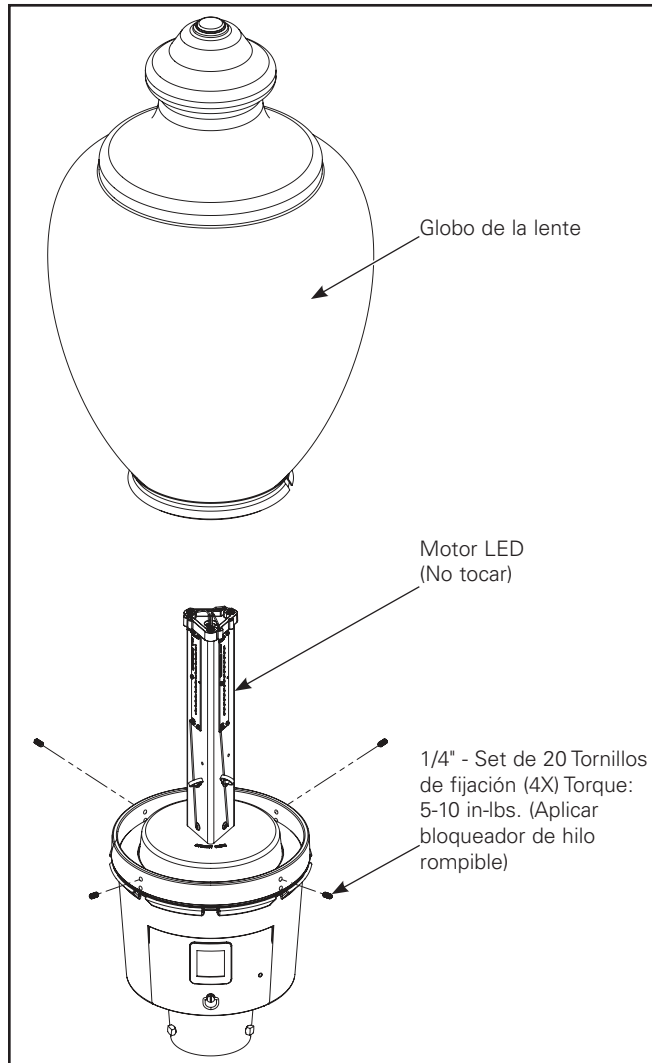

Figura 4.
- Para completar la construcción, coloque el globo de la lente sobre el motor de luz LED asegurándose de evitar el contacto entre el globo de la lente y las placas LED. Apriete los cuatro tornillos de fijación a 5-10 in-lbs. (Figura 4.)